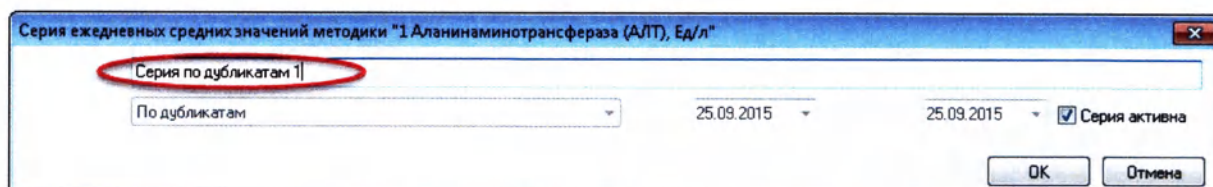

Рисунок 12.78
2. В открывшемся окне введите название серии и нажмите кнопку **«Ок»** (Рисунок 12.78):